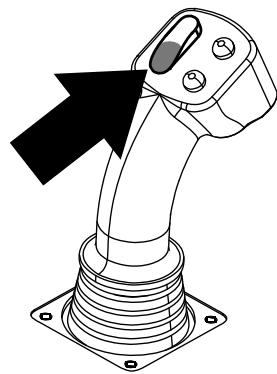
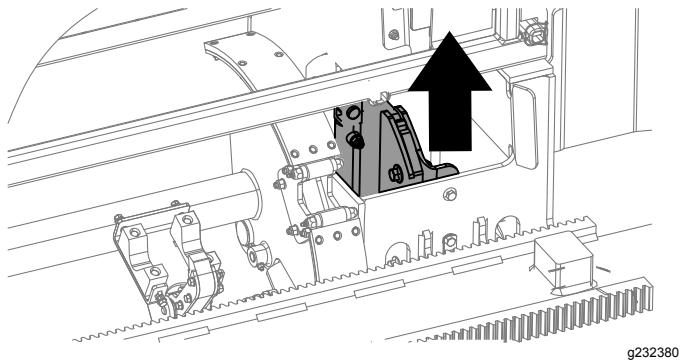

Figura 21
Figura 22
11. Mantenga pulsada la sección inferior del interruptor basculante (Figura 21) hasta que el elevador coloque el tubo en el portatubos y la leva gire a la posición de reposo (Figura 22).